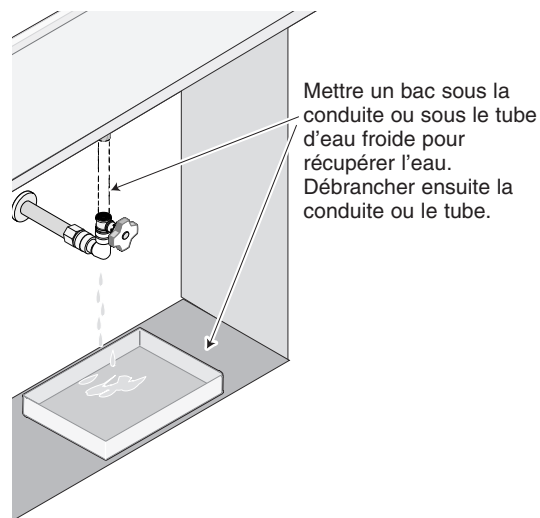

Figure 2
4. Mettre un bac sous le robinet d'arrivée d'eau froide, puis débrancher la conduite, ou le tube, d'arrivée d'eau froide du robinet. Se reporter à la Figure 2.